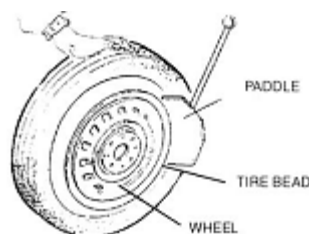

рис.5
- 3) Отведите лопату отжима покрышки наружу вручную. Установите колесо напротив резинового буфера. Подведите лопату к покрышке на расстоянии 10 мм от края обода (с рис. 5).